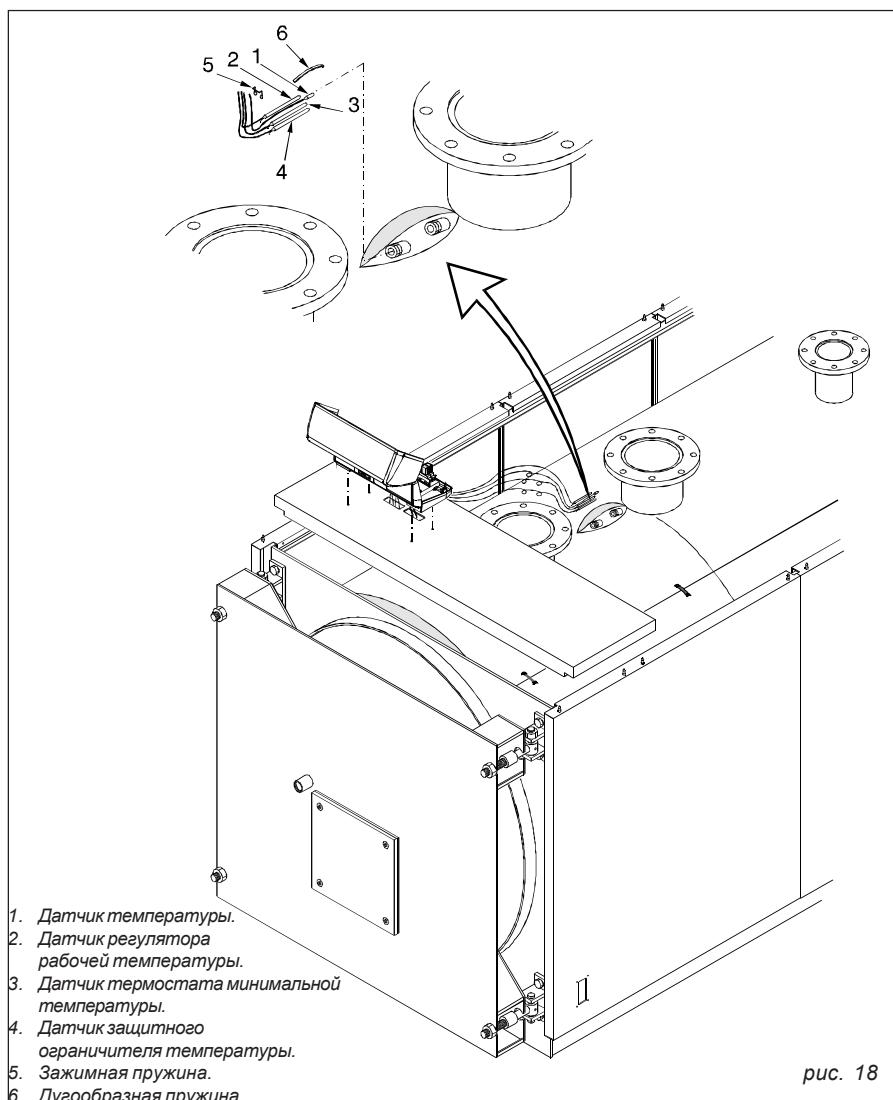

рис. 18
В погружную гильзу, расположенную в верхней части котла (рис. 18) последовательно вставьте: датчик температуры (поз. 1), датчик регулятора рабочей температуры (поз. 2), датчик защитного ограничителя температуры (поз. 3), датчик минимальной температуры (поз. 4).
Последовательность монтажа**Рис. 18 и 19**
G) Вставьте датчики приборов в погружные гильзы, как показано на рис. 18, а также подсоедините пульт управления, горелку, насосы и т. д. к электропитанию. Закройте крышку пульта управления. Проведите штепсель горелки через зажимную панель